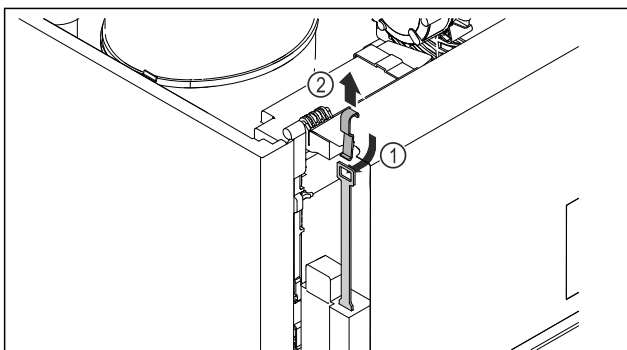

Fig. 244
- ▶ Noodontgrendelings-sleutel van boven af inschuiven Fig. 244 (1), in het slot haken en naar boven wegtrekken Fig. 244 (2).